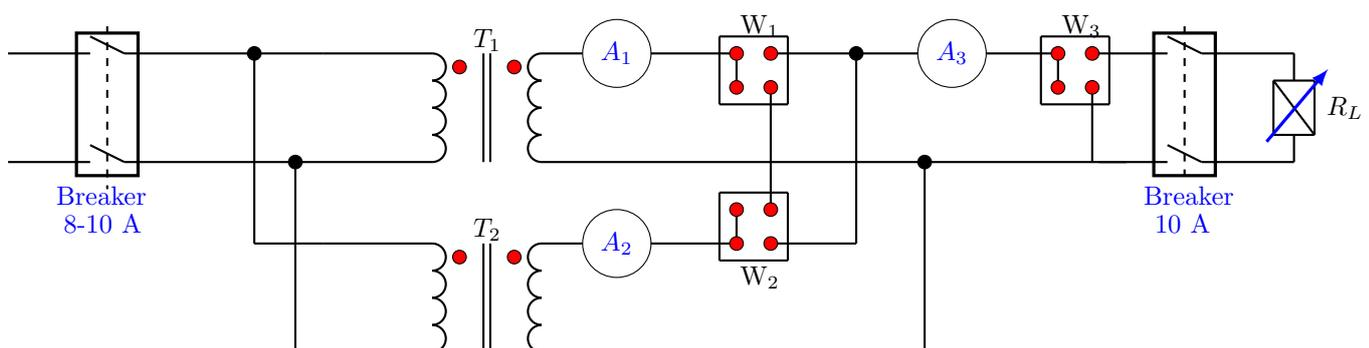

Figura 27: Conexión en paralelo de dos transformadores.
1. Monte el circuito de la figura 27.